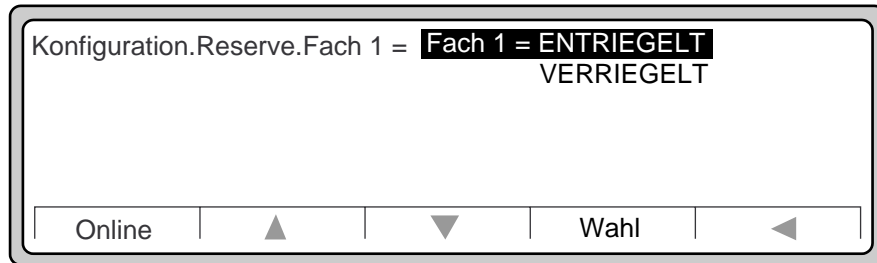

Abbildung 3-29 Konfiguration.Reserve.Fach1
7. Wenn Sie beispielsweise Fach1 verriegeln wollen, drücken Sie ►, um „Fach1“ auszuwählen. (Siehe die Anzeige in Abbildung 3-29.)